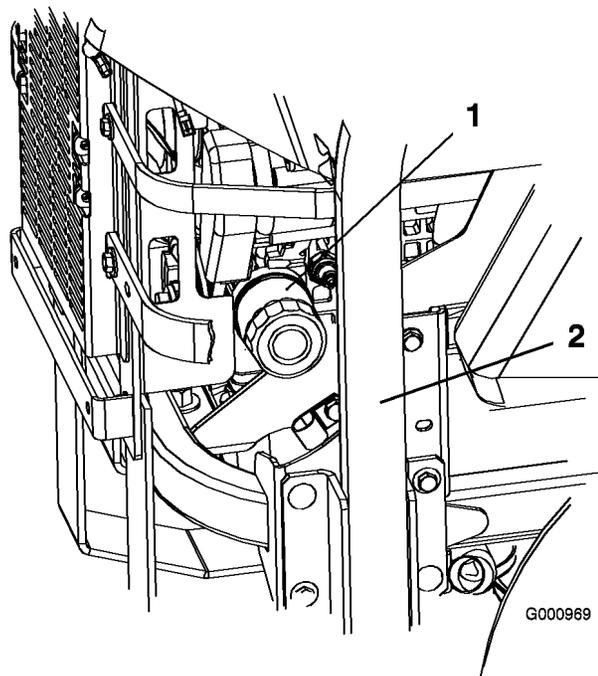
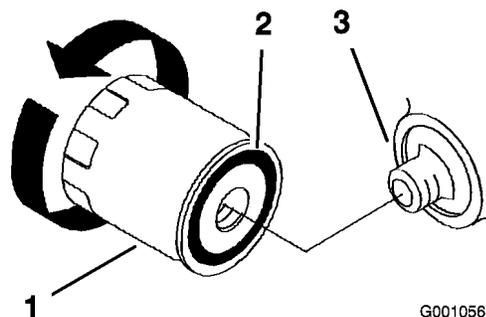

Figure 42
Figure 43
2. Tournez le filtre dans le sens anti-horaire pour le déposer (Figure 42 et Figure 43).